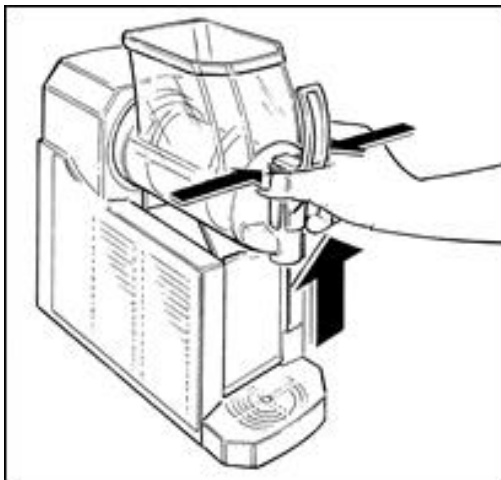

Fig. 4
- Premere contemporaneamente le due alette di blocco e sollevare il rubinetto per estrarlo dalla propria sede (Fig. 4).